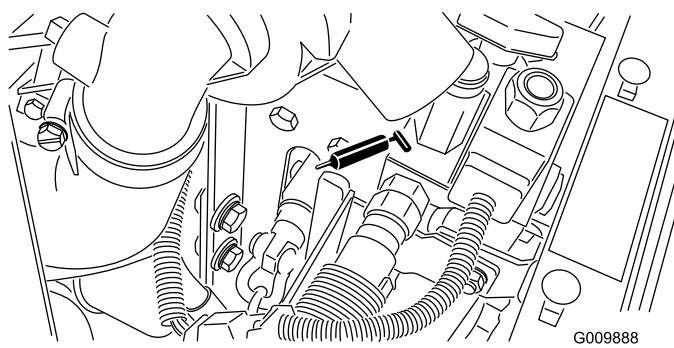

Figura 43
- Centratura di folle (Figura 43)